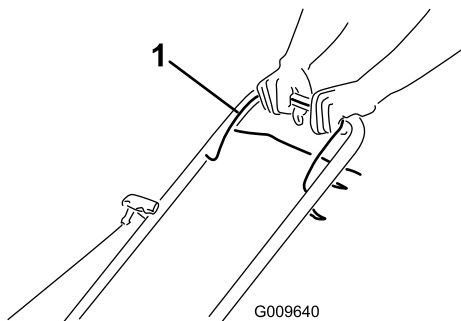

Figura 10
1. Tenete la barra di comando della lama Figura 10 contro la stegola.